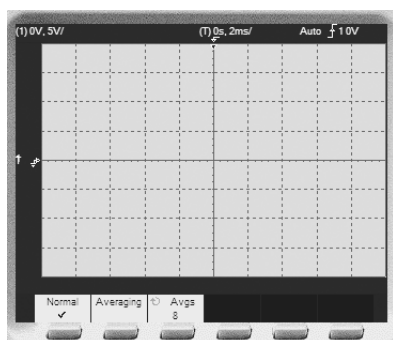

图 6-56 显示区显示数据
1) 单击 **Acquire** 按钮，显示区显示如图 6-56 所示的选项设置。